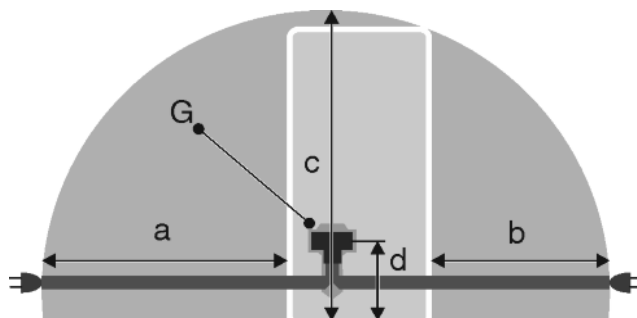

Fig. 46
- Розетка находится вне зоны задней стенки в данной зоне. Fig. 46 (a, b, c)
- ▶ Штекер устройства Fig. 46 (G) подсоединить с задней стороны устройства. Следить за правильной фиксацией.